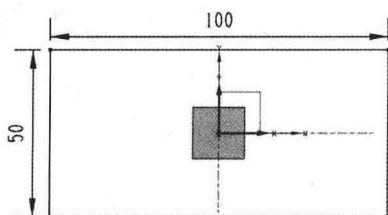
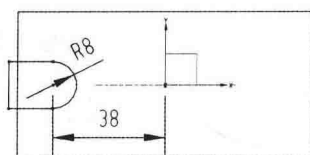

图 1-41 绘制截面(100mm×50mm)
图 1-42 绘制截面
(1) 启动 NX 10.0,单击“新建”按钮,在【新建】对话框中输入“名称”为“gudingban.prt”,“单位”选“毫米”,选取“模型”所在行,单击“确定”按钮,进入建模环境。
(2) 单击“拉伸”按钮,以 XOY 平面为草绘平面,绘制一个矩形截面,如图 1-41 所示。
(3) 单击“完成草图”按钮,在【拉伸】对话框中“指定矢量”选“ZC ↑”,开始距离为 0,结束距离为 10mm。
(4) 单击“确定”按钮，创建拉伸体。
(5) 单击“拉伸”按钮，以 XOY 平面为草绘平面，绘制一个截面，如图 1-42 所示。